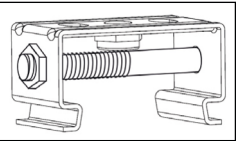
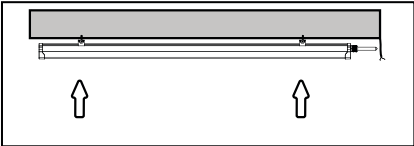

Рис. 1
Рис. 3
- 5.12 Закрепите скобы на поверхность установки и защелкните в скобы осветительный прибор (рис. 3). **Внимание!** После установки светильника в скобы необходимо установить стягивающие болты в боковые отверстия на скобах и затянуть гайкой (рис. 1).